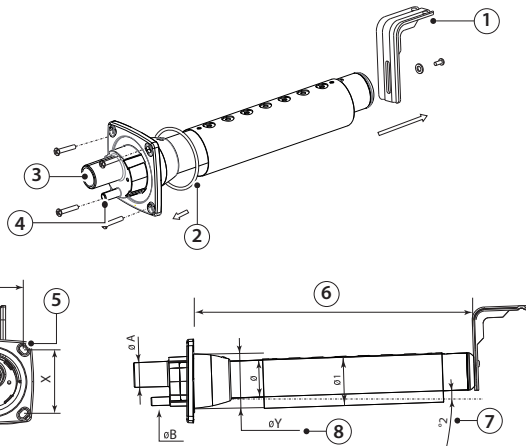

Рис. 3.с
- Г-образное крепление (см. поз. 1, Рис. 3.с) входит в комплект поставки парораспределительных трубок моделей DP085\* – DP025\*. Более короткие крепления заказываются отдельно (артикул 18C478A088).